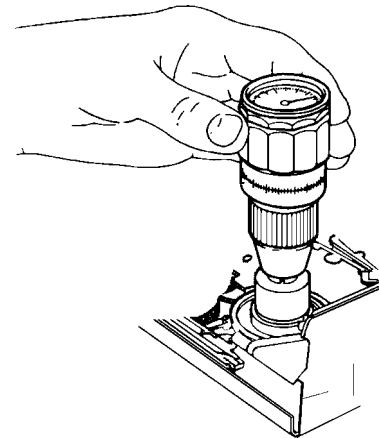

Fig. 28
- Drehmomentmesser auf den rechten Wickelteller aufsetzen (Fig. 28).
- So lange drehen, bis sich die Anzeige am Drehmomentmesser nicht mehr verändert (Fig. 28).
- Place the torque meter on the right reel (Fig. 28).
- Keep turning until the reading on the torque meter does not change any more (Fig. 28).
- Drehmomentmesser auf den rechten Wickelteller aufsetzen und entgegen dem Uhrzeigersinn so lange drehen, bis der Wickelteller leicht durchrutscht (Fig. 28).
- Place the torque meter on the right reel and turn the latter counterclockwise until the reel just starts to slip (Fig. 28).